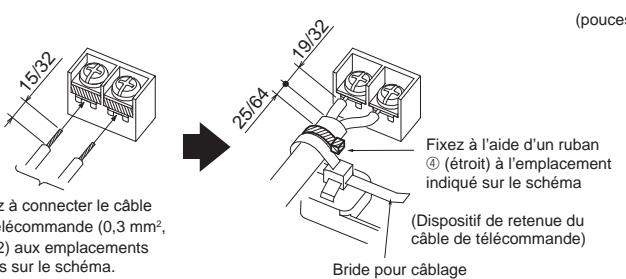

**Fig. 6-1**
### 6.1. Appareil intérieur (Fig. 6-1)
- Desserrez les deux vis de fixation du panneau de service du câblage électrique et faites tourner le panneau. [Fig. 6-1 ①]
- Desserrez les deux vis de fixation du couvercle du boîtier électrique et faites glisser le couvercle. [Fig. 6-1 ②]
- Faites passer le câble d'alimentation, le câble de raccordement des appareils intérieur/extérieur et le câble de mise à la terre par les entrées de fils indiquées sur le diagramme. [Fig. 6-1 ③]
- Faites passer le câble de télécommande via les entrées de fils indiquées sur le diagramme et raccordez-le. [Fig. 6-1 ④, Fig. 6-3]